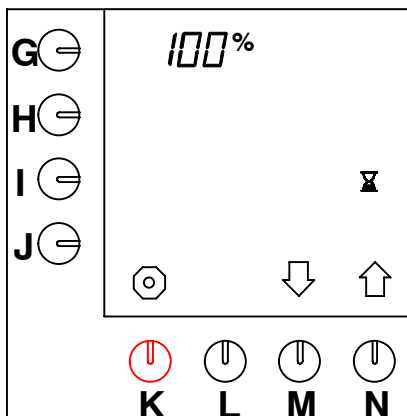

Abb. 35 Pausenzeit 100%
- Drücken Sie auf die Wahltaste (N.)↑, bis Abb.35 im Display erscheint.